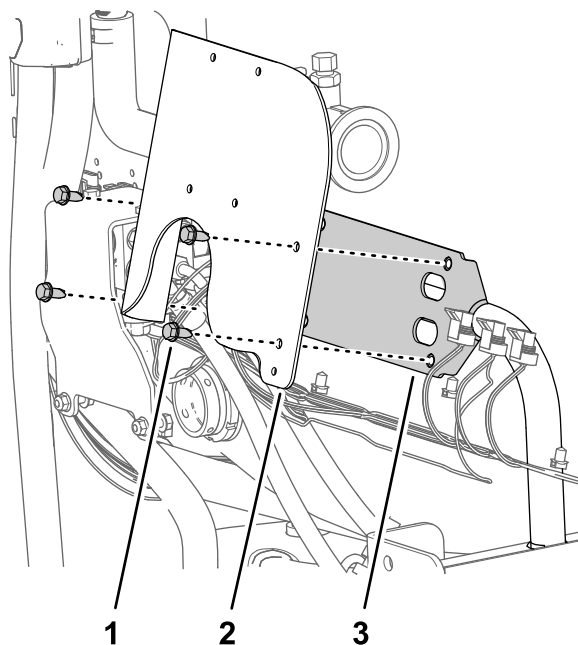

Figura 74
1. Alinhe os furos no suporte do fluxímetro com os furos na montagem da válvula (Figura 74).